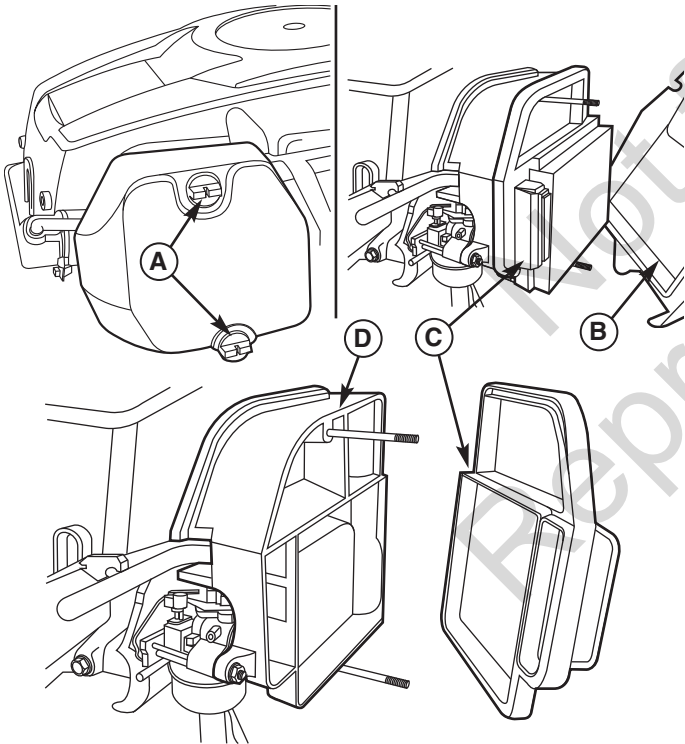

Figura 30. Ensamblaje del filtro de aceite
1. Afloje los botones de la cubierta del filtro de aire (A, Figura 30) y remueva la cubierta (B). Limpie cualquier residuo alrededor del filtro de aire. Inspeccione la condición de las superficies de sellamiento del elemento del filtro de aire (C) y de la base del filtro (D). Reemplace cualquier parte dañada.
2. Remueva el elemento del filtro de aire (C).
3. Instale el elemento del filtro de aire nuevo con el lado plisado hacia afuera y asíntelo en los bordes de la base del purificador de aire (D).
4. Reinstale la cubierta del filtro de aire (B) y asegúrela con los dos botones (A).